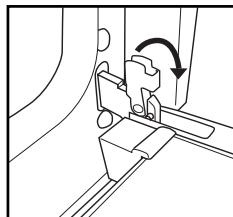

Рис. 1
2. Трохи підніміть фіксатори та штовхніть їх уперед так, щоб вони вийшли з гнізда (Рис. 1).